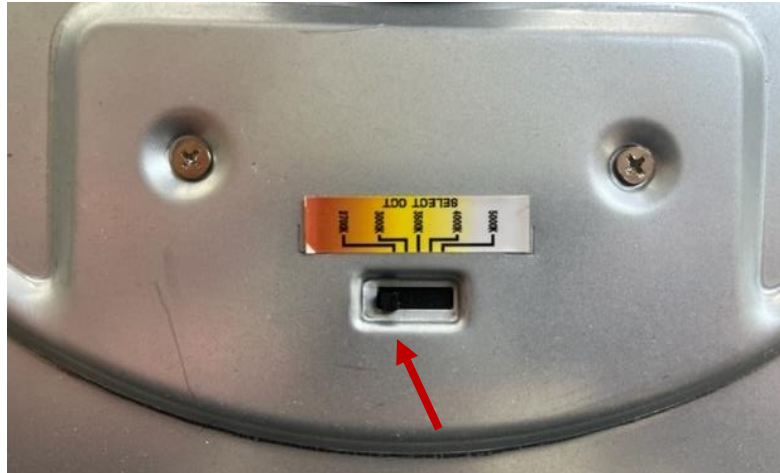

Figura 2
- Mueva el interruptor en la parte posterior de la luminaria al ajuste de temperatura de color deseado **antes de instalar la luminaria**, como se muestra en la *Figura 2*.